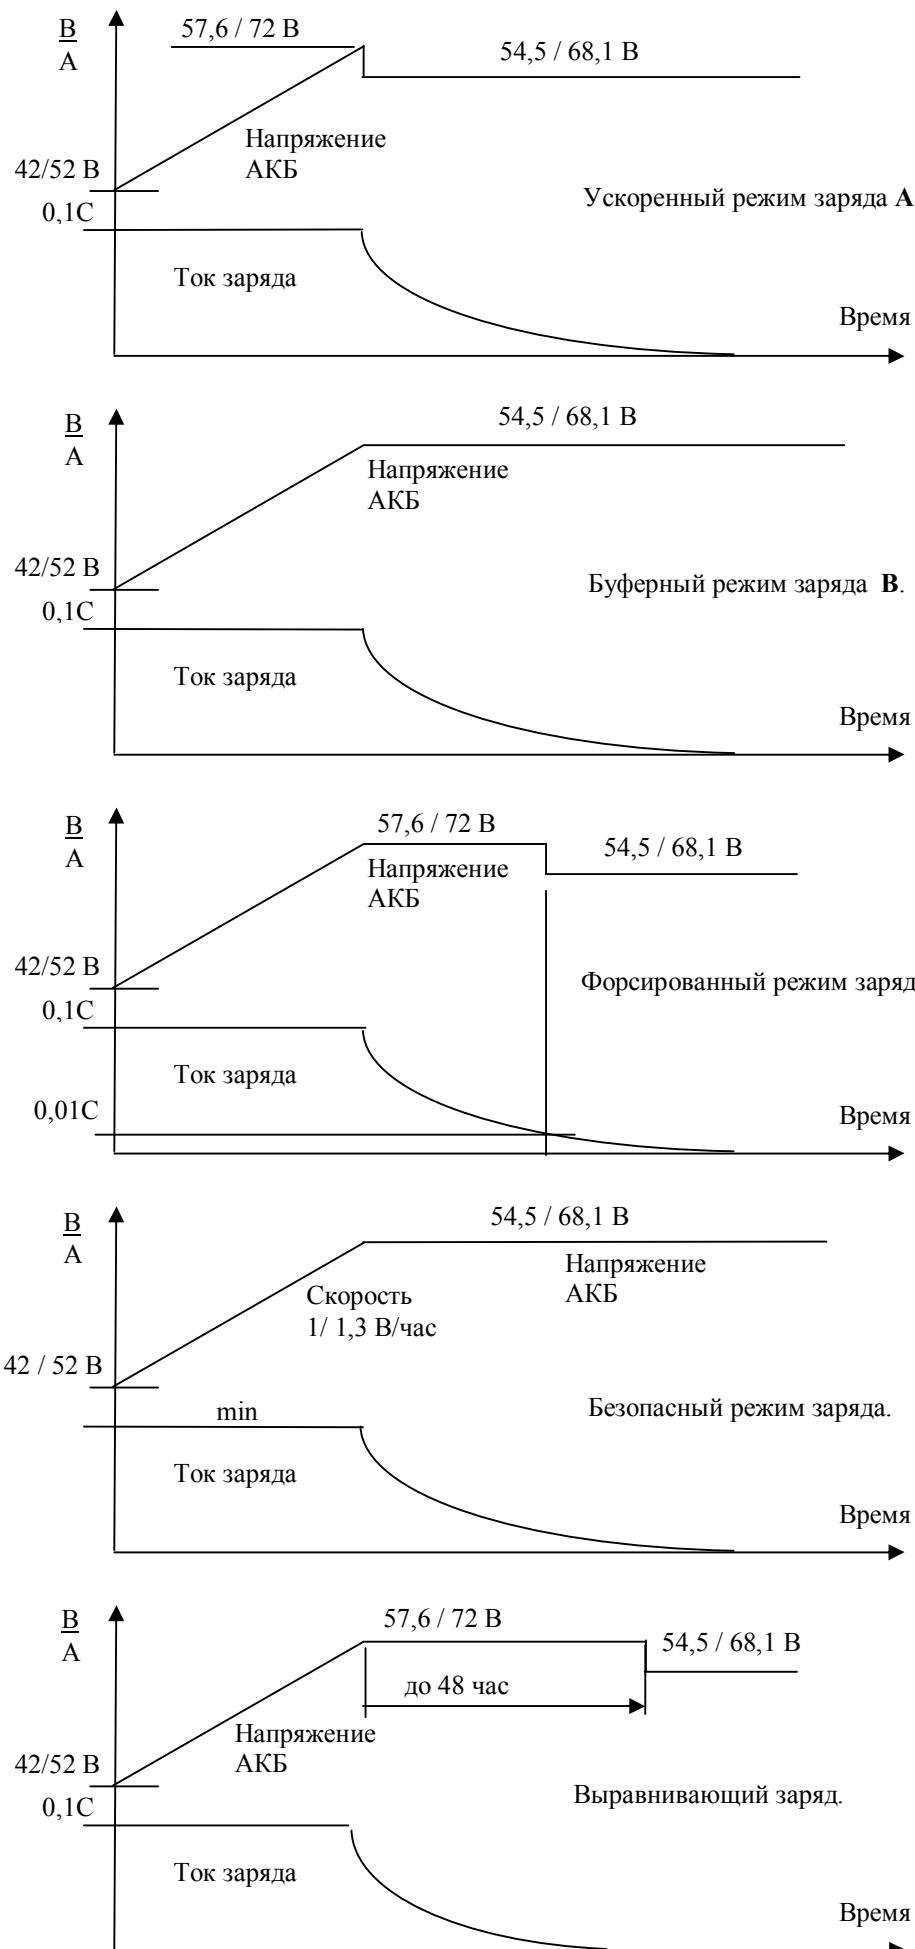

Рис. 4. Режимы заряда АБ.
1. При установленном модуле RC-01 контактор **LVBD** включен управляющим сигналом модуля. По включению сетевого питания выпрямители устанавливают выходное напряжение, равное напряжению АБ. Включается один из следующих режимов заряда (рис. 4):